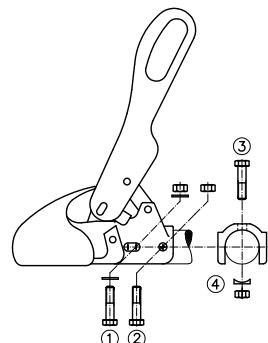

Bild 3: Anschluss
Die Zugkugelpkupplungen WS 3000-H/LB sind spezielle Ausführungen für Auflaufbremsen und werden mit Kreuzverschraubung (1)+(3) und dem Lochabstand **40 mm** montiert. (Bild 3) Das Be-